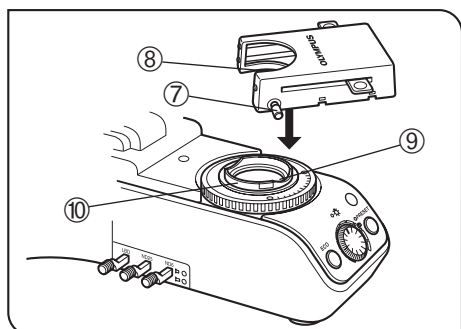
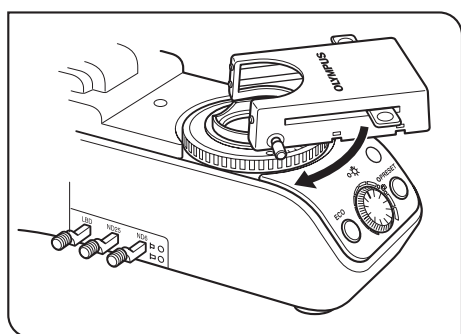

Рис. 18
Рис. 19
1. Полностью отпустите зажимной винт ⑦ кассеты для фильтров. (Рис. 18)
2. Совместите выступ ⑧ на нижней поверхности кассеты для фильтров с позиционирующей прорезью ⑨ на держателе фильтра, после чего зафиксируйте кассету для фильтров, нажав сверху.
3. Поверните кассету для фильтров, чтобы совместить ее боковые стороны с основанием. (Рис. 19)
4. Совместите зажимной винт ⑦ с позиционирующим отверстием ⑩ на держателе фильтра, после чего затяните винт, чтобы закрепить кассету для фильтров.